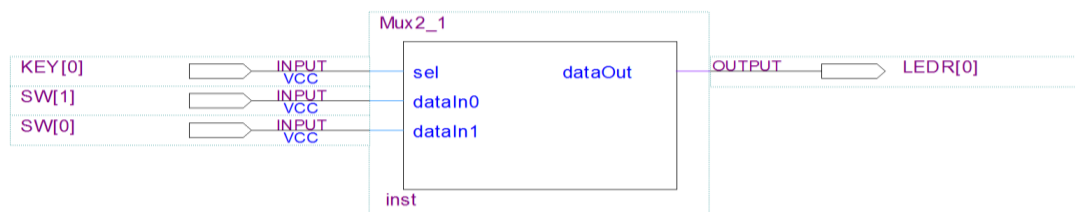

Figura 6 – Instanciação do módulo “Mux2_1” e ligação a pinos da FPGA.
6. Crie um novo ficheiro para um esquema lógico, chamado “Mux2_1Demo.bdf”. Instancie nele o multiplexador e associe os seus portos a pinos concretos da FPGA do *kit* DE2-115 que vai usar para o testar (sugere-se que ligue as entradas de dados a interruptores, a entrada de seleção a um botão e a saída a um LEDs, como mostra a Figura 6).